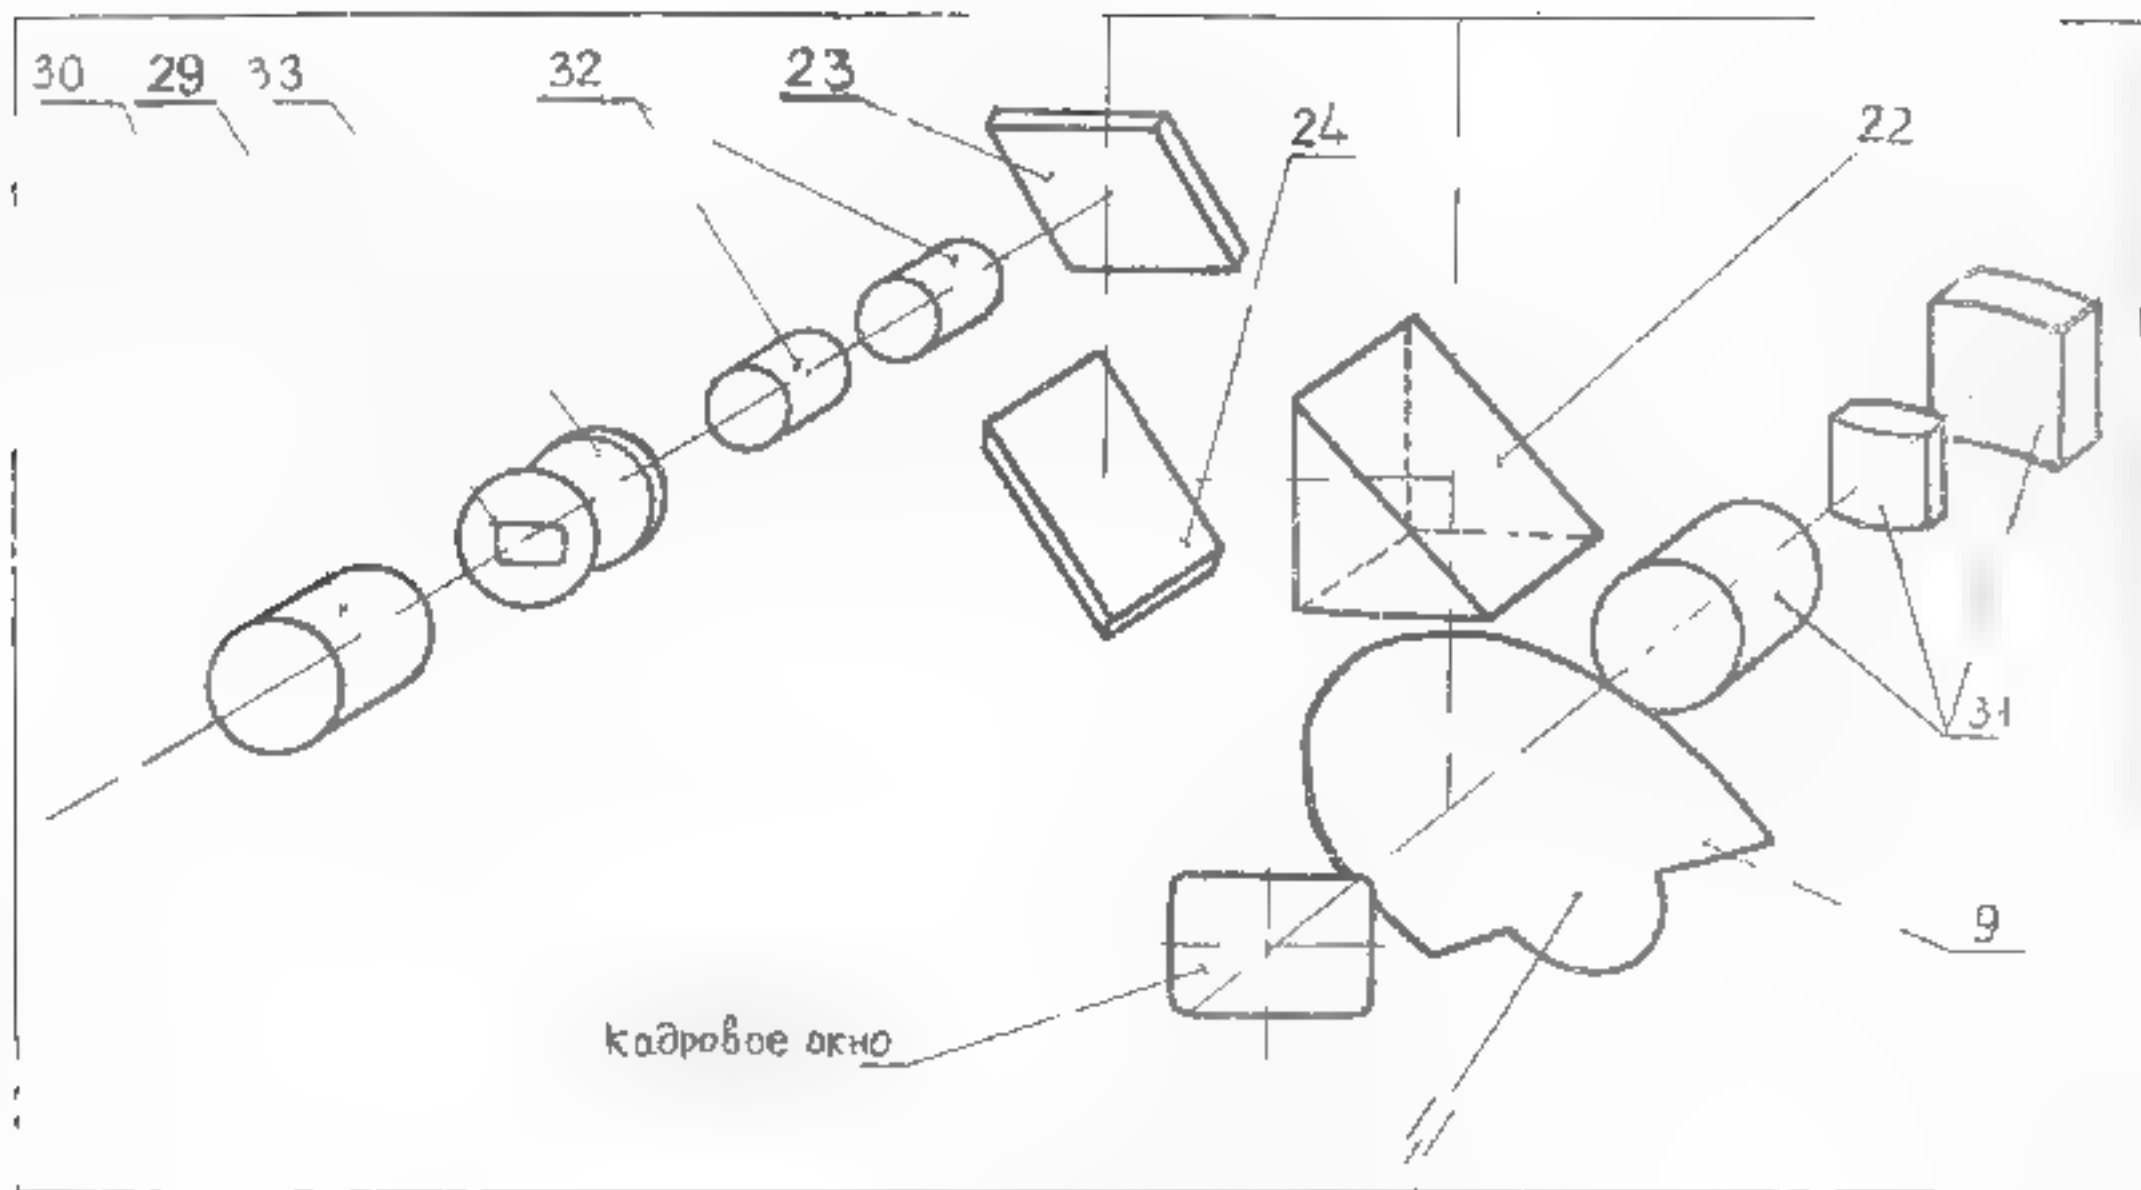

Рис. 4. Схема оптическая
4.2.2. Оптическая схема с лупой дезанаморфотной изображена на рис. 4.